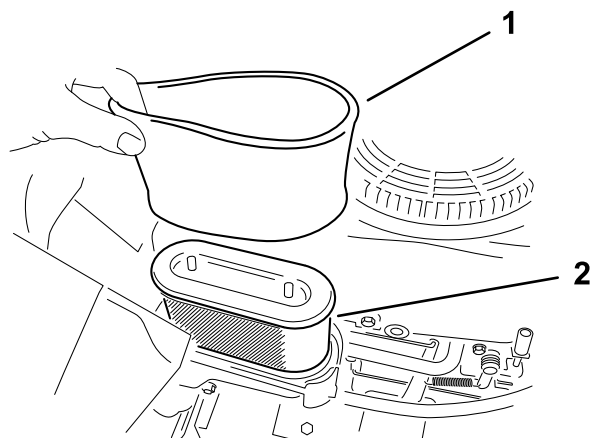

Bild 39
5. Nehmen Sie die Schaumstoff- und Papierfiltereinsätze vorsichtig aus dem Luftfiltergehäuse heraus (Bild 39).
Hinweis: Wechseln Sie den Papiereinsatz aus, wenn er sehr schmutzig ist (Bild 39).
1. Setzen Sie den Schaumstofffilter auf den Papierfilter (Bild 39).